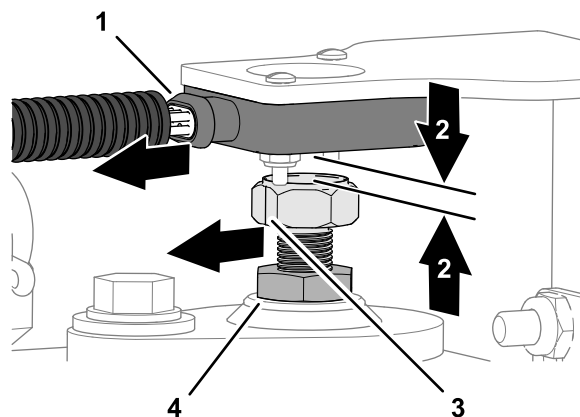

Figura 11
1. Ajuste la posición del objetivo magnético hasta que haya una distancia de 4 mm entre el objetivo y la cara del sensor (**Figura 11**).
2. Gire el objetivo magnético hasta que la línea indicadora marcada en la parte plana del objetivo magnético quede alineada con el orificio de cableado del sensor (**Figura 11**).
3. Apriete la tuerca de bloqueo (**Figura 11**).
4. Mida la distancia entre el objetivo y la cara del sensor (**Figura 11**). La distancia debe ser de 2 a 4 mm.